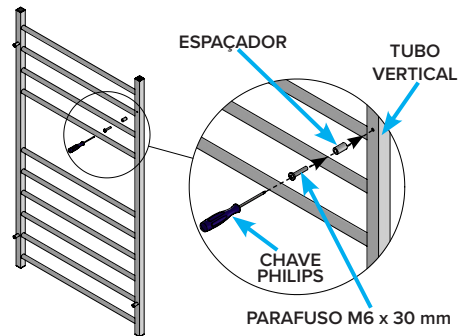

Figura 24 –
7. INSTALAR os 4 (quatro) Espaçadores de Náilon nos tubos verticais do Toalheiro, utilizando os Parafusos Philips M6 x 35 mm. APERTAR adequadamente (Figura 24);